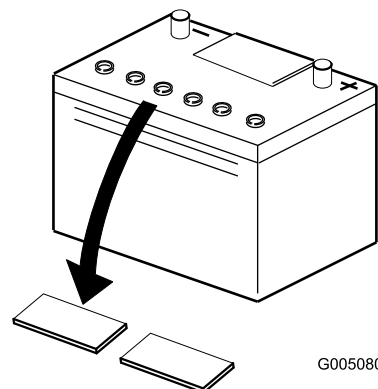

Figura 7
2. Limpie la parte superior de la batería y retire los tapones de ventilación (Figura 7).